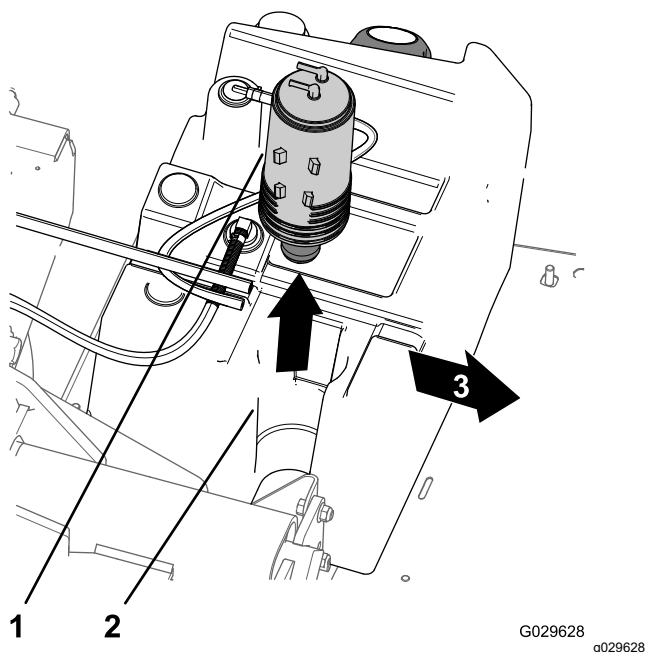

図 45
- 燃料タンクのマウントからカーボンキャニスタを取り出す 図 45。
7. 新しいカーボンキャニスタを、燃料タンクのマウントに取り付ける二つのフィッティングPurgeとFuel tankを後ろに向けて取り付ける 図 45。